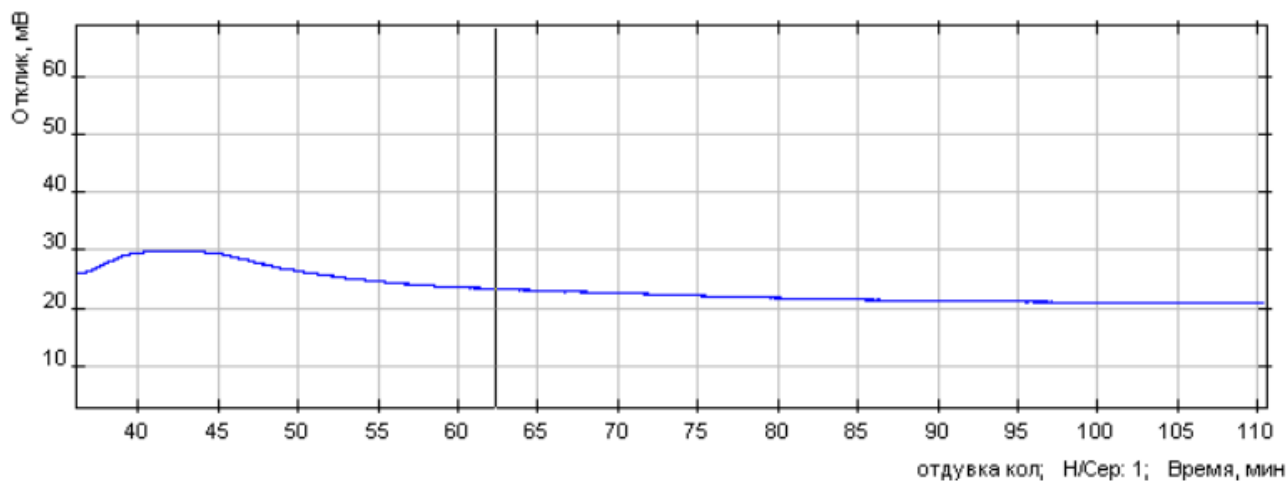

Рис. 42: Выбор участка анализа
1. Во время записи хроматограммы нажмите клавишу N. На хроматограмме появится вертикальный указатель, привязанный к положению курсора (**Рис. 42**).